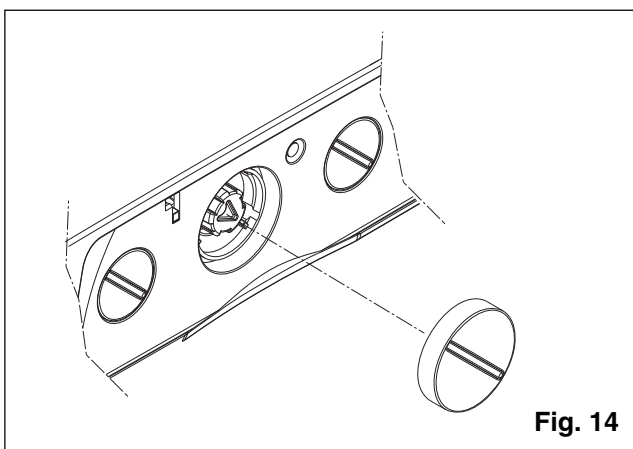

Fig. 14
- Extraer el selector de función (fig. 14) tirando hacia afuera
- Situar el pomo (C) en posición “análisis de combustión”: esta posición se obtiene girando en el sentido de las agujas del reloj el pomo, hasta llegar al tope (fig. 14)